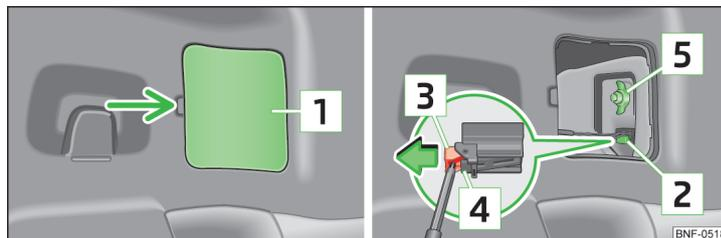

Fig. 135 Démontage du feu arrière
- Soulevez le cache **1** » fig. 135 dans la zone de la flèche.
- › Vissez l'écrou en plastique **5** » fig. 135 et serrez-le.